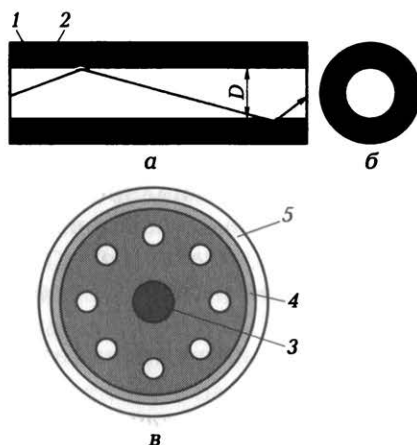

Рис. 8.3. Продольное (а) и поперечное (б) сечения одножильного оптоволоконного кабеля:
*Оптоволоконный кабель* состоит из стеклянных или пластиковых волокон диаметром несколько микрометров. На рис. 8.3, а показано продольное и поперечное сечение одножильного кабеля. Центральное волокно покрывается слоем отражающей оболочки (клядинг) 1, коэффициент преломления которого меньше, чем у центрального ядра (стрелками условно показан ход лучей света в волокне). Для обеспечения механической прочности извне волокно покрывается полимерным защитным слоем 2. Кабель может содержать много волокон, например восемь, как показано на рис. 8.3, б. В центре кабеля помещается стальной трос 3, который используется при прокладке кабеля. С внешней стороны кабель защищается стальной оплеткой 4 и герметизируется эластичным полимерным покрытием 5. Передача